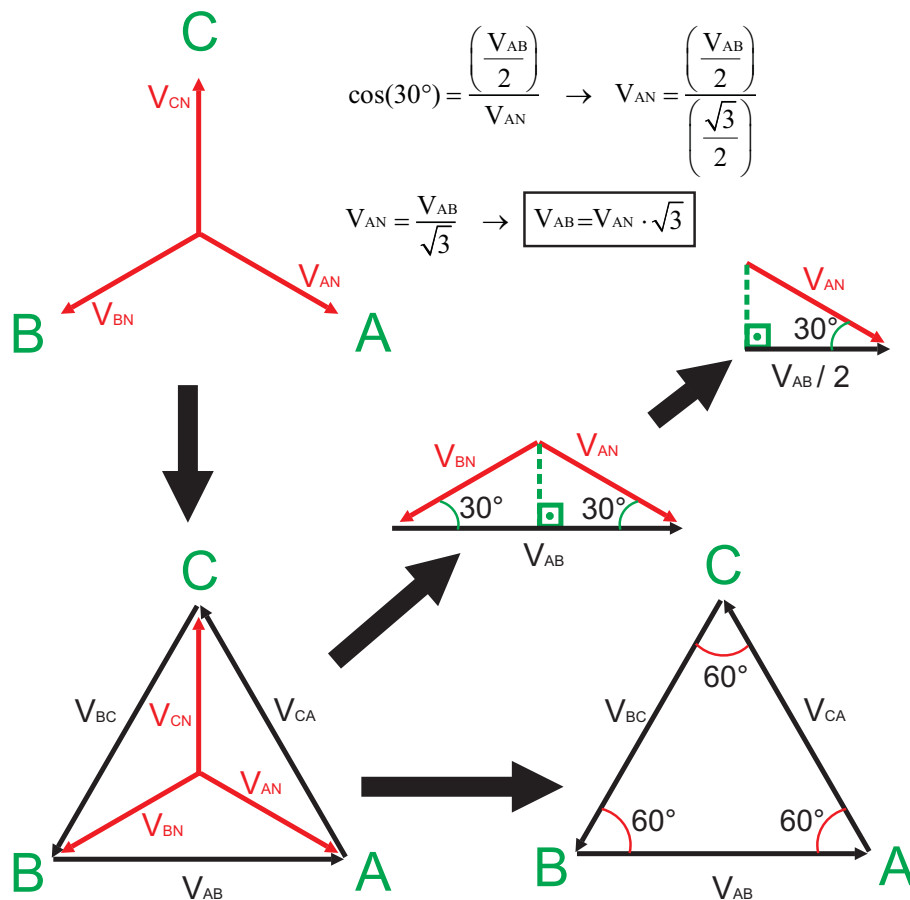

Figura 1.11: De Onde Vem o Raiz de Tres?
A figura 1.11 nos mostra passo a passo como provar a origem do  $\sqrt{3}$  nas ligações trifásicas.
Consideremos a ligação estrela (Y) da figura 1.11, onde temos as tensões de fase:  $V_{AN}$ ,  $V_{BN}$ , e  $V_{CN}$ . Para mostrarmos graficamente onde se encontram as tensões de linha, basta desenharmos seus respectivos fasores:  $V_{AB}$ ,  $V_{BC}$ , e  $V_{CA}$ . Como estamos considerando um
Traçando uma perpendicular em relação a  $V_{AB}$ , teremos um triângulo retângulo onde um dos lados é  $V_{AN}$ , o outro é  $\frac{V_{AB}}{2}$  e o ângulo entre estes dois lados é de  $30^\circ$ . Com este triângulo retângulo, podemos calcular a relação fundamental dos cossenos, provando assim a origem do  $\sqrt{3}$  nos cálculos de sistemas trifásicos, como mostra a figura 1.11.